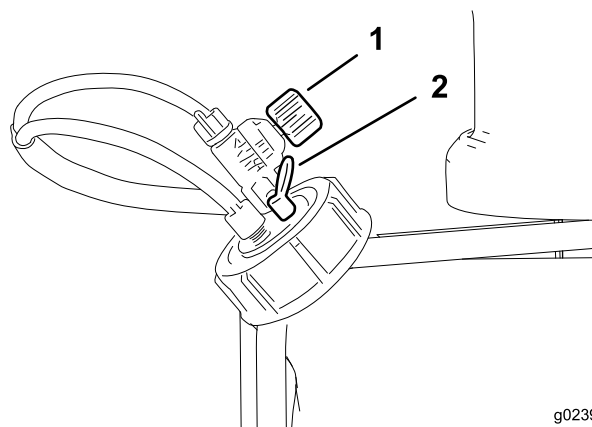

Figura 10
Valvola del regolatore della schiuma. Questa valvola regola la consistenza della soluzione schiumosa. La regolazione della valvola consente di regolare la quantità di soluzione saponata inviata agli ugelli della schiuma. Aumentando il flusso si ottengono erogazioni di schiuma più copiose e frequenti; diminuendo il flusso si ottengono erogazioni di schiuma più esigue e meno frequenti (Figura 10).
Valvola di sfiato della pressione. Tirate verso l'esterno la linguetta rossa sul tappo del serbatoio per sfatare la pressione nel serbatoio (Figura 10).
5. Per l'operazione iniziale, aprite la valvola di regolazione della densità della schiuma da 1/8 a 1/4 di giro (Figura 10).